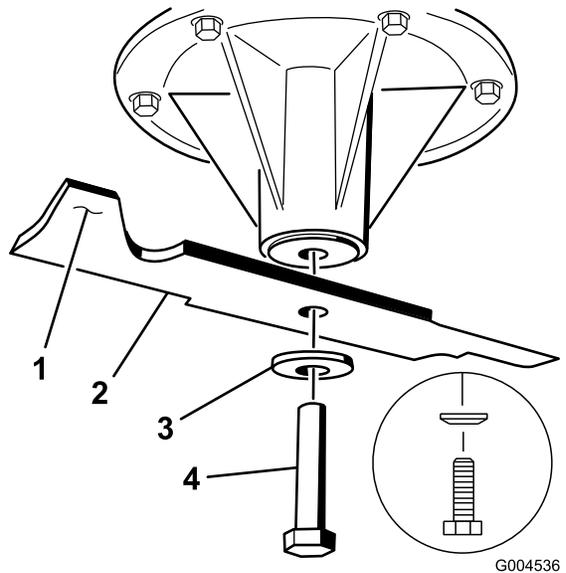

Figure 89
1. Placez la lame sur l'axe (Figure 89).
2. Mettez en place la rondelle élastique et le boulon de la lame (Figure 89).
**Remarque:** Le cône de la rondelle élastique doit être dirigé vers la tête du boulon (Figure 89).